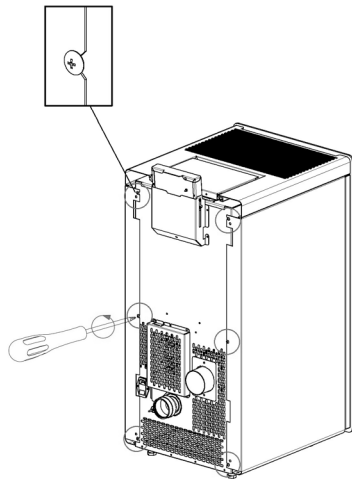

Fig. 69 - Schrauben lösen
- Die hinteren Schrauben, die die Schalen blockieren, lösen; die obere Schale von oben und die untere Schale zu sich her herausziehen (siehe **Fig. 66**, **Fig. 67**, **Fig. 68** und **Fig. 69**).